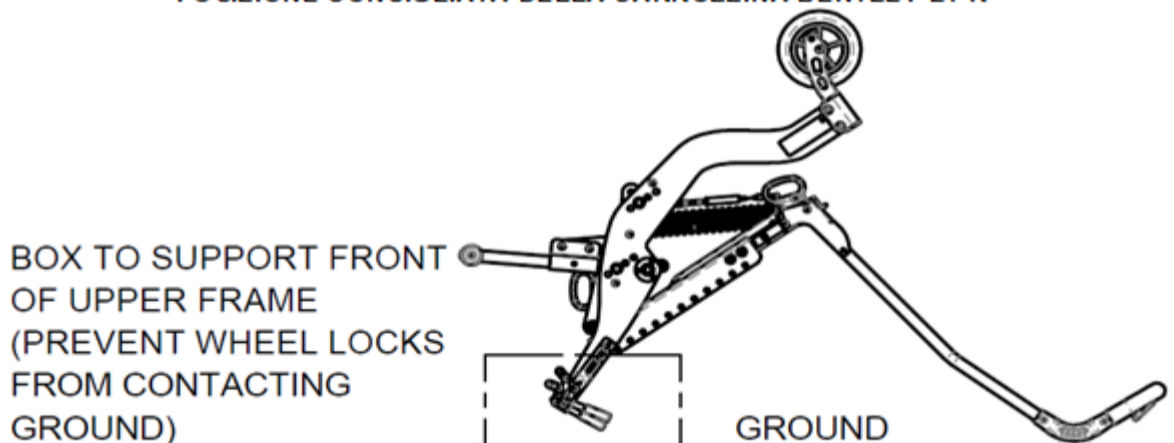

Fig. 15.7 Posizione consigliata della carrozzina per regolare l'altezza
1. Rimuovere dalla carrozzina ruote, pedane e braccioli. Inclinare in avanti in modo che rimanga appoggiata sui tubi schienale e la parte anteriore della seduta, come mostrato nella Fig. 15.7.